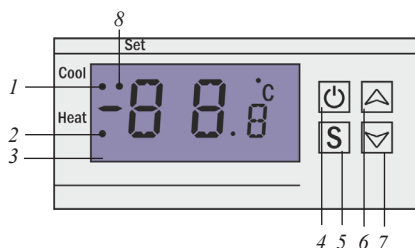

Рис. 1 – Элементы прибора
3.1. После включения питания прибор сразу перейдет в режим измерения. На индикаторе 3 (рис. 1) будет отображаться текущее значение температуры.
3.3. Для включения/выключения прибора при включенном питании нажмите и удерживайте кнопку 4 (рис. 1) в течение 2 с.
Реле нагрева работает сразу, как только значение измеряемой температуры опустится ниже температуры уставки минус гистерезис. Загорится индикатор 2 (рис. 1), замкнутся контакты реле 5–6, к которым подключен нагреватель. Реле выключится сразу, как только значение измеряемой температуры превысит уставку, контакты 5–6 разомкнутся, и индикатор 2 погаснет. Реле нагрева работает снова, когда измеряемая температура станет меньше уставки минус гистерезис.
Реле охлаждения работает сразу, как только значение измеряемой температуры поднимется выше температуры уставки плюс гистерезис. Загорится индикатор 1 (рис. 1), замкнутся контакты реле 7–8, к которым подключено охлаждающее устройство. Реле выключится сразу, как только значение измеряемой температуры будет ниже уставки, контакты 7–8 разомкнутся, и индикатор 1 погаснет. Реле охлаждения работает снова, когда измеряемая температура станет больше уставки плюс гистерезис.